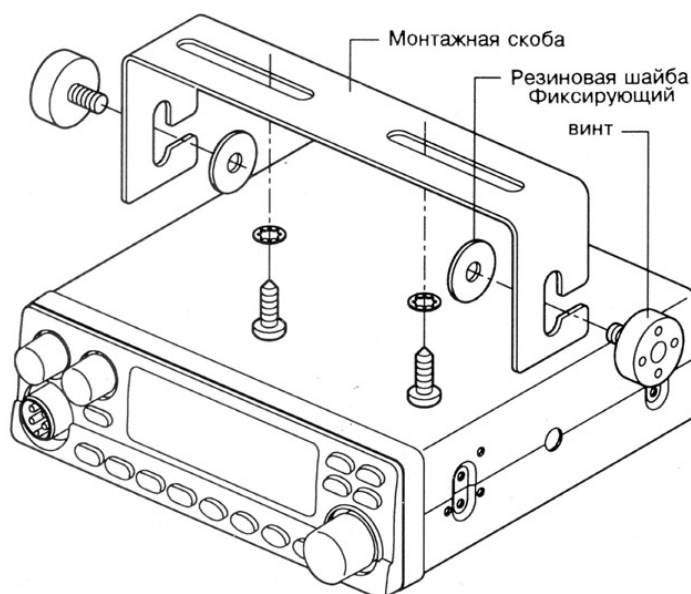

Рис.3. Крепление радиостанции при помощи монтажной скобы.
Этап 2. Просверлите два отверстия диаметром 3 мм для каждого винта крепления монтажной панели. Закрепите скобу под приборной панелью прилагаемыми винтами-саморезами (см. рис. 3). Особо внимательно следует сверлить отверстия, чтобы не повредить соединительные жгуты и электронные устройства, расположенные под панелью.
В общем случае имеются два типа антенн для мобильных Си-Би радиостанций - полноразмерный штырь длиной $1/4$ волны (2,75 м) и укороченная согласованная штыревая антенна (от 0,5 до 1,9 м). Из-за большой длины полноразмерных антенн на автомобилях применяются, в основном, укороченные антенны длиной не менее 1,2 м, в различных конструктивных исполнениях с креплением через отверстие в крыше, на кронштейне за отбортовку водостока или на магнитном основании (см. рис. 3).
На рис. 3 показаны пять типичных мест установки автомобильной антенны: (1) задний бампер, (2) задняя крышка багажника, (3) отбортовка для стока воды, (4) капот, (5) крыша.